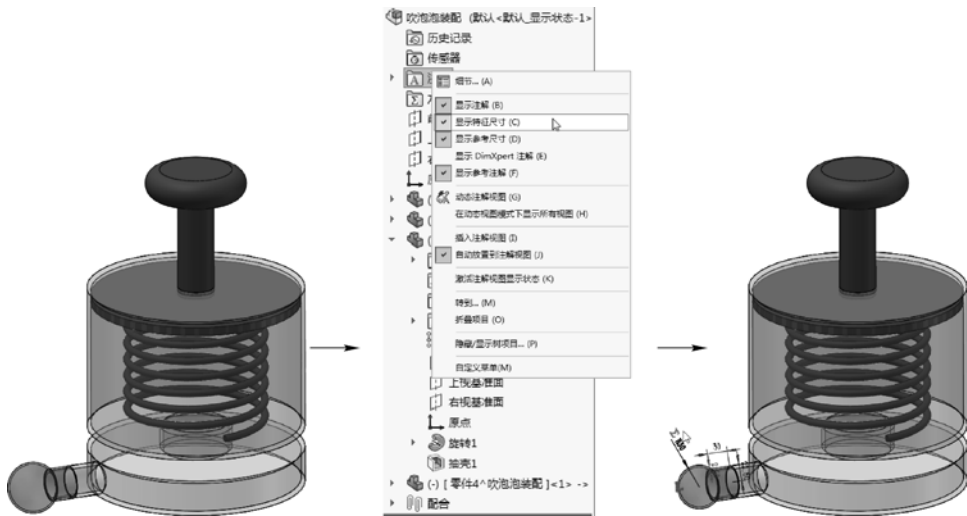

图 5-44 显示特征尺寸
STEP 1 首先打开本书提供的素材文件,右击要设置方程式的模型的“注解”项,选择“显示特征尺寸”菜单项,显示出要设置方程式的尺寸,如图 5-44 所示。